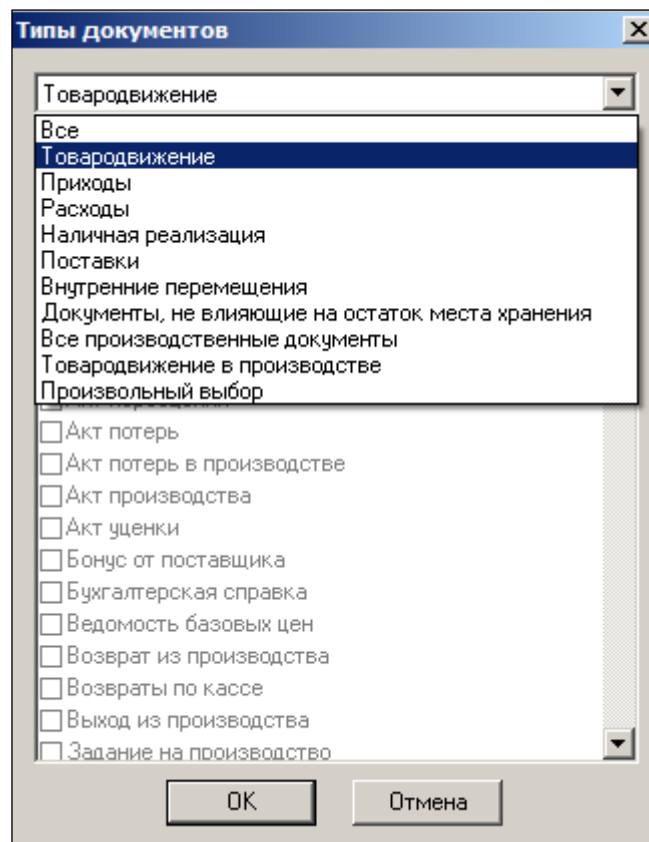

Рисунок 65 – Выбор типа документа
- **Документ** – позволяет выбрать тип документов для просмотра. В окне, открывающемся при нажатии кнопки **Документ**, следует выбрать тип документа из выпадающего списка и установить флаги рядом с документами, которые необходимо отобразить на закладке (Рисунок 65):